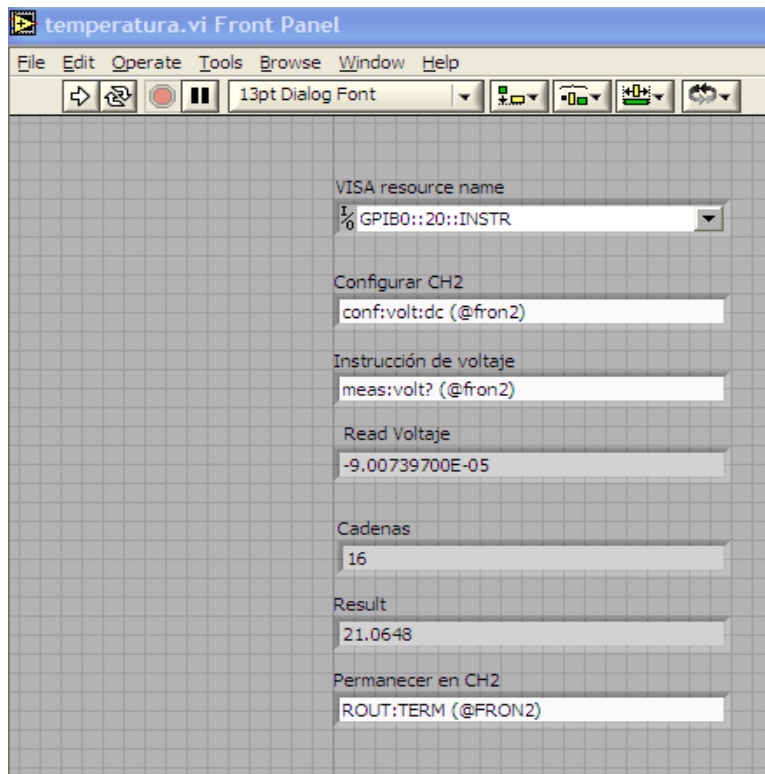

Figura 7.17: Panel frontal del programa LabView para adquirir temperatura.
5. Correr el programa con la flecha superior izquierda del panel de control (figura 7.17).